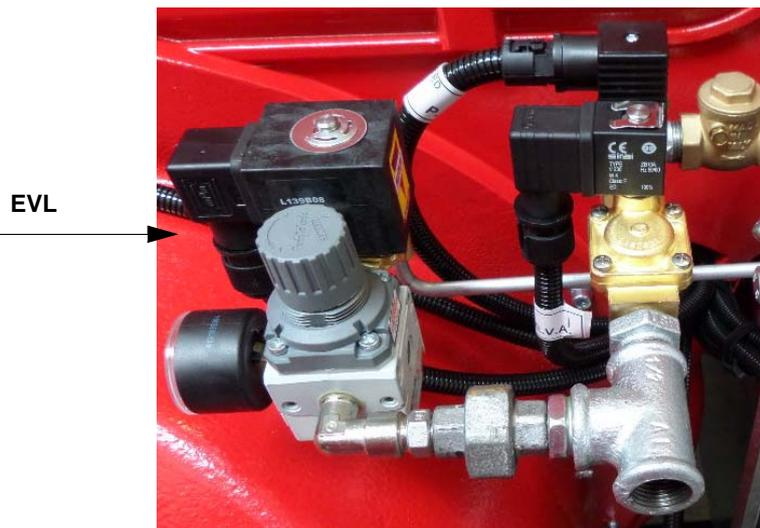
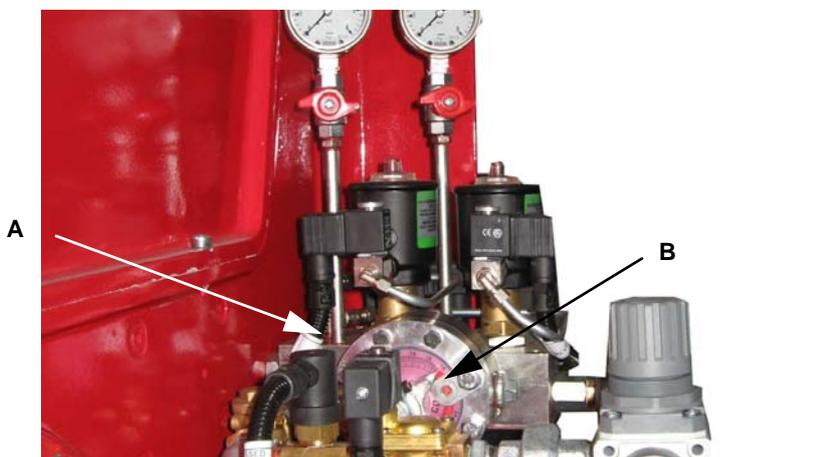

Fig. 34
Fig. 35
Per controllare lo stato dell'organo filtrante (1) su **corpi filettati** (vd. Fig. 34):
- togliere il coperchio inferiore svitando le viti di fissaggio (2);
- smontare l'organo filtrante (1), pulirlo con acqua e sapone, soffiarlo con aria compressa o sostituirlo se necessario;
- rimontarlo nella posizione iniziale controllando che sia sistemato tra le apposite guide (come in Fig. 35);
- riassemblare il fondello (3) assicurandosi che il perno centrale (4) sia centrato nella guida del fondello (3).